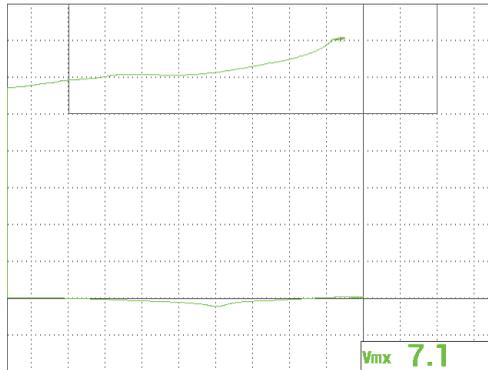

Figura 5-27 Il segnale in modalità schermo intero
8. Premere il tasto FREEZE (❄️) per sbloccare l'acquisizione ed in seguito premere il tasto FULL NEXT (➡️) per passare alla modalità a schermo intero (vedere Figura 5-27 a pagina 155).